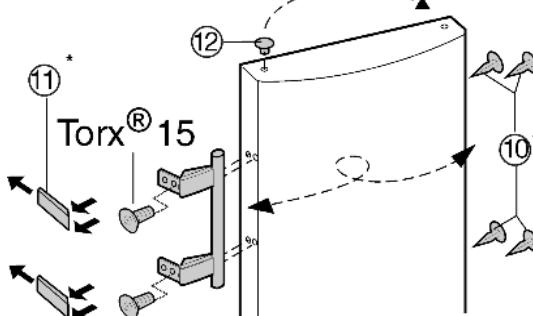

Fig. 8
- Извлеките пробку Fig. 8 (12) из опорной втулки дверцы и переставьте.
- Снимите и переставьте на противоположную сторону дверную ручку, пробку Fig. 8 (10) и прижимные пластины Fig. 8 (11).